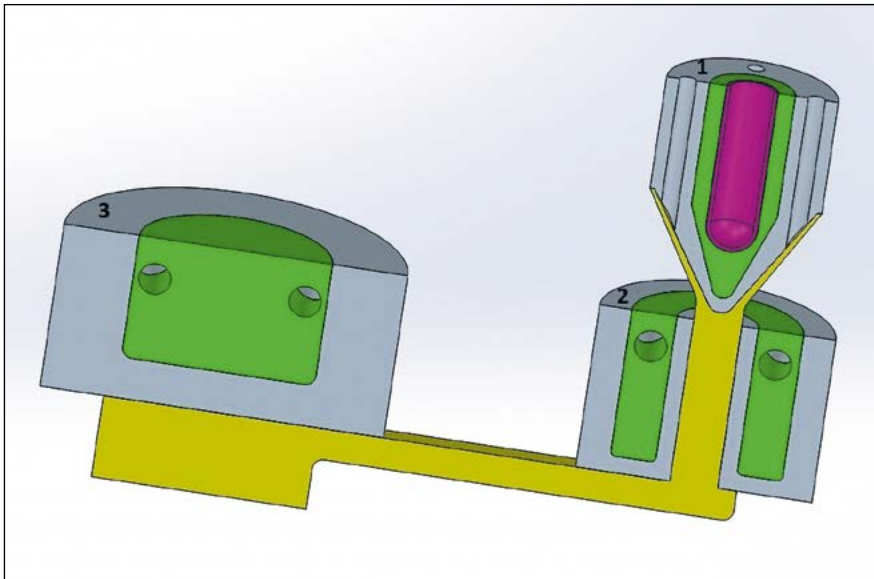
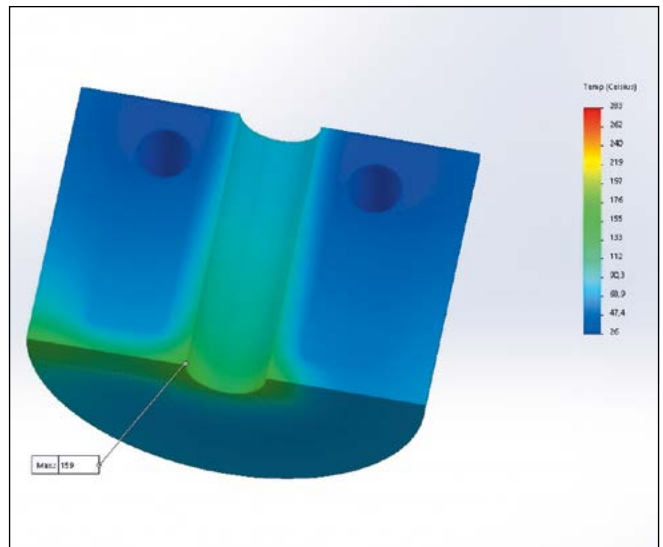
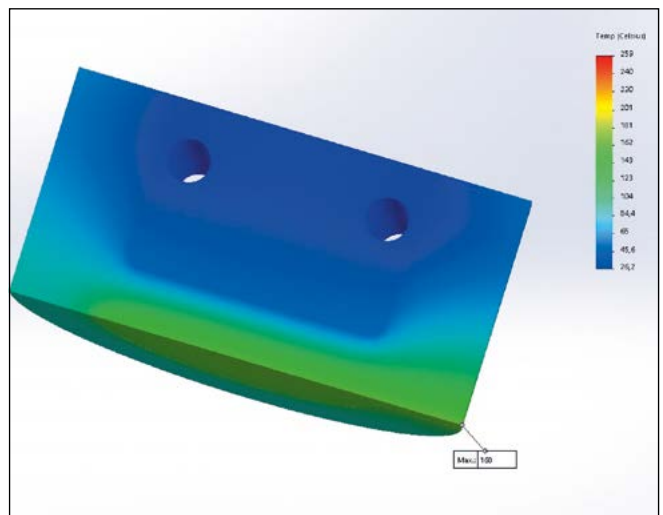

Bild 1: Gießsystem eines Dreiplattenwerkzeuges mit Angusseinsätzen in Mecobond®-Bauweise
Bild 5: Angussring (2) mit Mecobond®-Kühlung
Bild 7: Angussplatte (3) mit Mecobond®-Kühlung
Beim dreigliedrigen Angussystem (Bild 1) ist der Angusskegel (1) kühltechnisch
Der konturfolgende Wärmeentzug erfolgt durch ein Kupferinsert, welches diffusiv mit dem Stahl verbunden ist, wie aus der Schnittdarstellung in Bild 1 ersichtlich. Im Inneren des Kupferinserts befindet sich ein Edelstahl-Liner, der ebenfalls diffusiv mit dem Kupfer verbunden ist. Innerhalb der Edelstahlhülse läuft die Wasser-Steigküh-
Das Kühlungsoptimum kann durch eine den gesamten Erstarrungsbereich umschließende konturnahe und großflächige Innenkühlung erreicht werden, wie dies bautechnisch in **Bild 1** für Formeinheit 2 dargestellt ist. **Bild 5** zeigt das Ergebnis in der wärmetechnischen Simulationsberechnung. Der exakt konturfolgende Verlauf der inneren Kühlfläche sowie das sehr hohe
Anzustreben ist eine Kavitäts-Oberflächentemperatur zwischen 120 und 160 °C unter der Maßgabe einer Minimalmengensprühung. Dieses Ziel kann durch eine den stirnseitigen Erstarrungsbereich umschließende konturnahe und großflächige Innenkühlung erreicht werden, wie dies in **Bild 1** für Formeinheit 3 dargestellt ist. Das Simulationsergebnis in **Bild 7** zeigt die große Verbesserung. Es wird mit dieser Mecobond®-Bauweise der kürzest mögliche Gießzyklus erreicht. Die Gefahr einer Wasserleckage durch Haarrisse ist auch hier durch die Verbundbauweise gebannt.